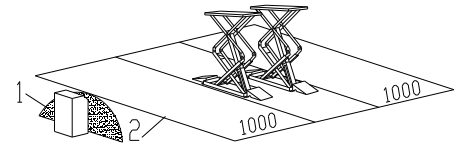

Fig.6
De veiligheidszone (Fig.6) wordt gedeeltelijk bepaald door de afmetingen van het te heffen voertuig.
bediener zich in de bedieningszone (1) bevinden, zoals aangegeven in **Fig.6**. De aanwezigheid van personen in de veiligheidszone (2) is ten strengste verboden. De aanwezigheid van personen onder het voertuig niet toegestaan.